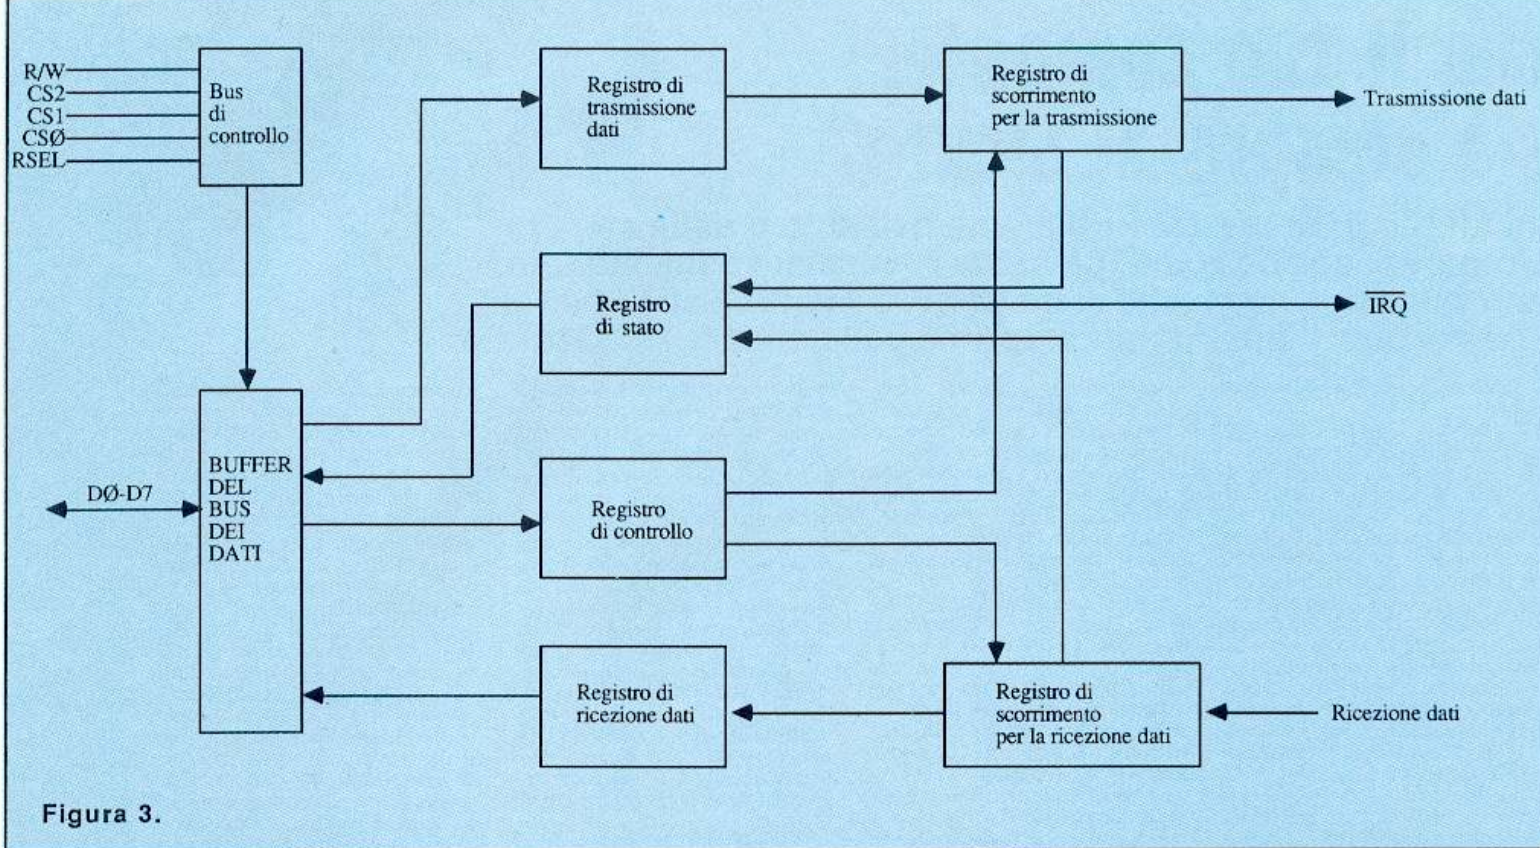

Figura 3.
- **BIT 2-4** - Selezione il formato di trasmissione-ricezione. La descrizione è sintetizzata nella figura 3.
Non rimane da chiarire che la funzione del pin 11 (register select ACIA). Come accennato precedentemente quando questo è on, sul bus dati (pin 15-22) l'ACIA presenterà il contenuto dei registri di trasmissione o di ricezione mentre quando è off l'ACIA presenterà i registri di stato e di controllo (figura 3).